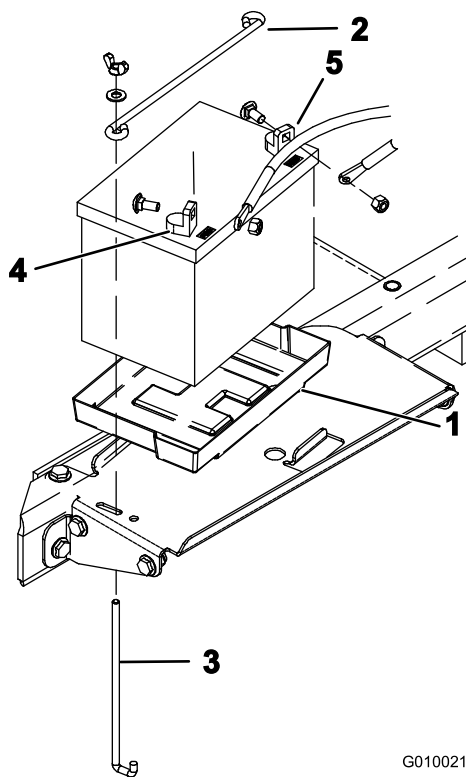

Рисунок 49
- A. Снимите прижим аккумулятора и прижимные стержни, которые крепят аккумулятор к поддону (Рисунок 49).
6. Установите аккумулятор в поддон в аккумуляторном отсеке, как показано на Рисунок 49.